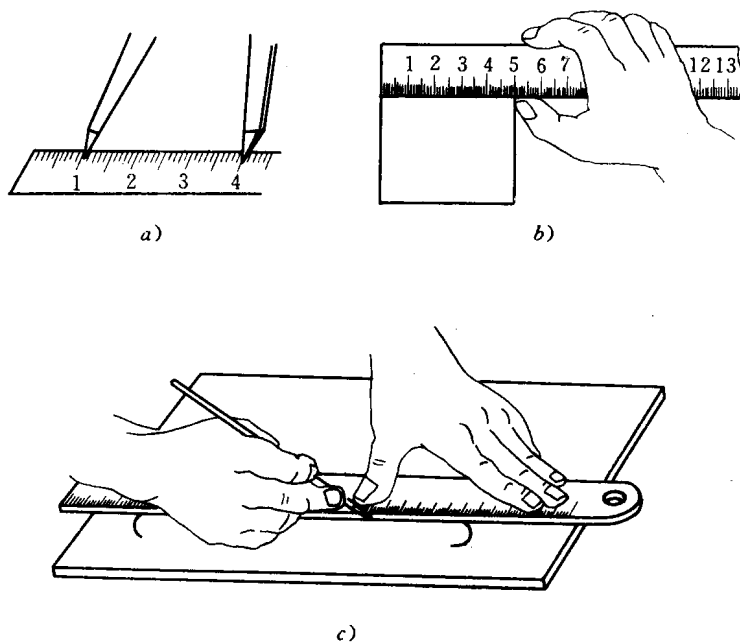

图 2.1 钢直尺的使用
(2) 钢直尺 钢直尺是一种简单的尺寸量具，在尺面上刻有尺寸刻线，最小刻线距为 0.5mm，它的长度规格有 150mm、300mm、1000mm 等多种。主要用来量取尺寸、测量工件，也可作划直线时的导向工具(图 2.1)。